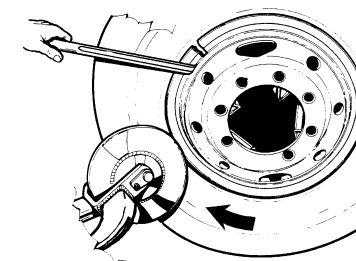

Рис. 42
4. Установите один край запорного кольца на его посадочное место завершите процесс монтажа используя монтажный диск. В начальной фазе монтажа придерживайте край диска монтажкой (Рис.42).